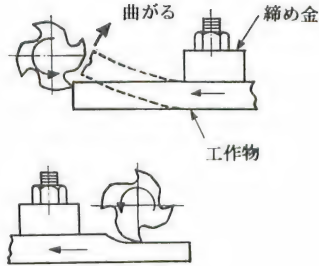

図18-54
- ③繰返しますが、必ず上向き削りをする。
- ④機械の振動が大きい時は回転数を下げる。
- ⑤溝削りの場合、最初に工作物に切りこむときと切り終わって工作物を離れるときに、刃がひっかかって損傷しやすいので送りを遅くして慎重に扱う。
- ⑥薄い工作物に段差削りをするとき、図18-54のように刃の力に負けて工作物が曲がったり、傷がついたり、エンドミルが折れたりすることがある。切削開始点の近くを押さえるか、もっとよいのは図下のように工作物の向きを逆にする。
- ⑦切削油は惜しみなく使う。